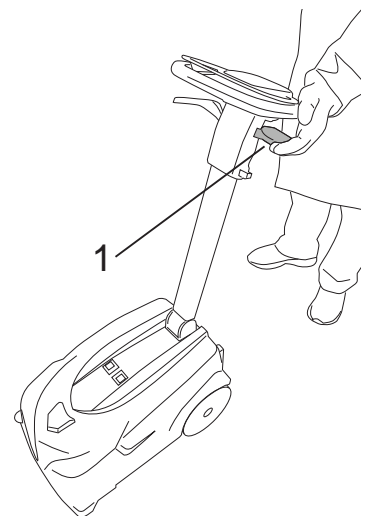

Fig.18
**Den här maskinen kan torka golvet både i framväxel och backväxel. Dra i spaken för att aktivera en torkning i backväxel (bild 18-ref.1).**